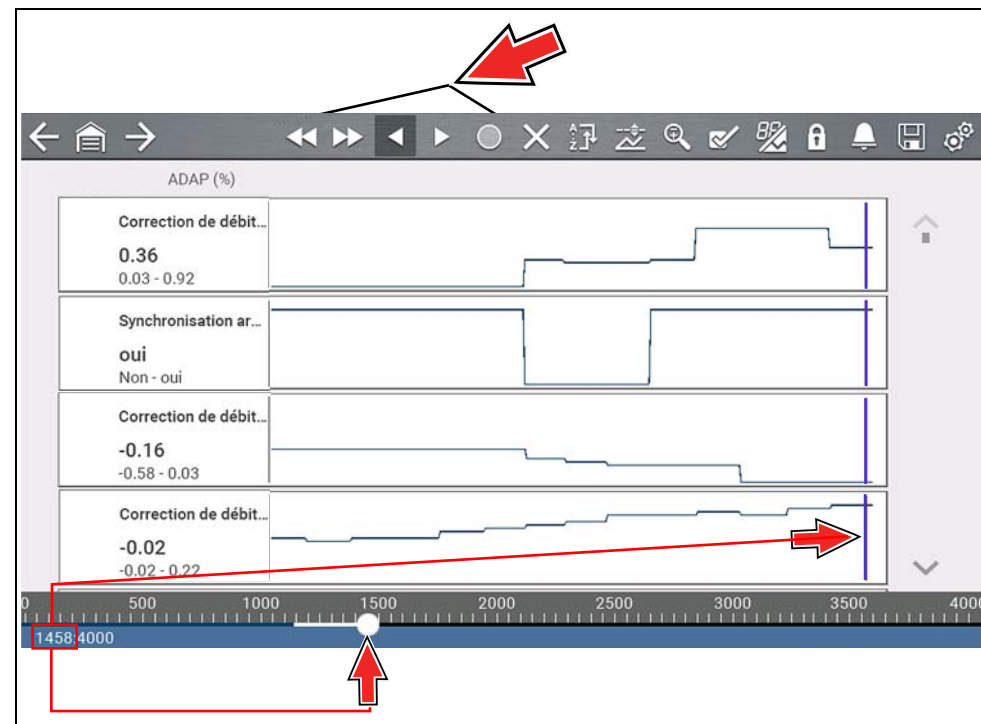

Figure 4-20
- Utilisez les icônes de commande d'examen (*Figure 4-20*) pour vous déplacer avec précision dans les données.
- Le curseur bleu (vertical) (*Figure 4-20*) indique votre position dans les données et s'accompagne de la valeur de position actuelle dans l'affichage du compteur. Ce curseur s'affiche dans tous les PID.